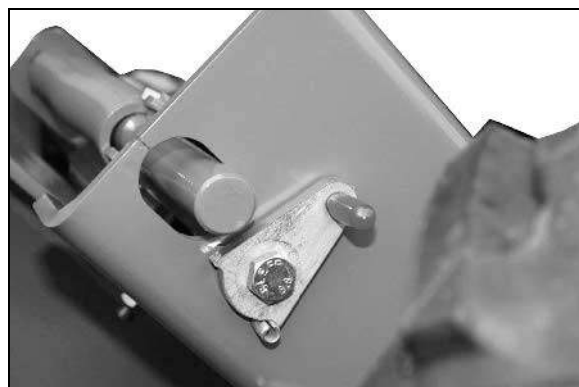

Рис. 22
1. Установите шаровой кран (Рис. 22/1) в положение В.
3. Установите стопорный рычаг соответствующим образом (см. Рис. 22).